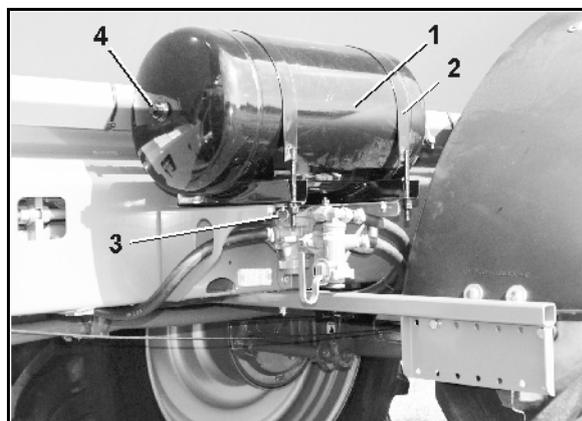

Fig. 90
2. Dévissez la vanne de purge d'air (Fig. 90/3) du réservoir d'air et nettoyez celui-ci lorsque vous constatez un encrassement.